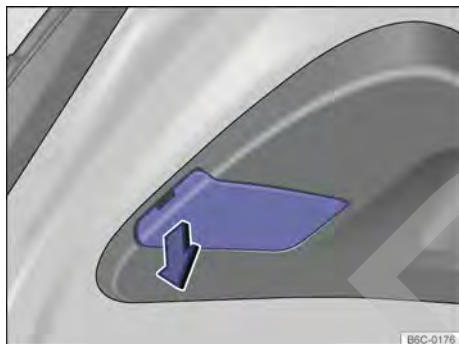

Fig. 133 En la tapa trasera: desmontar la cubierta de la linterna trasera.
3. Retirar con cuidado la cubierta → fig. 133 en la tapa por el reborde existente.